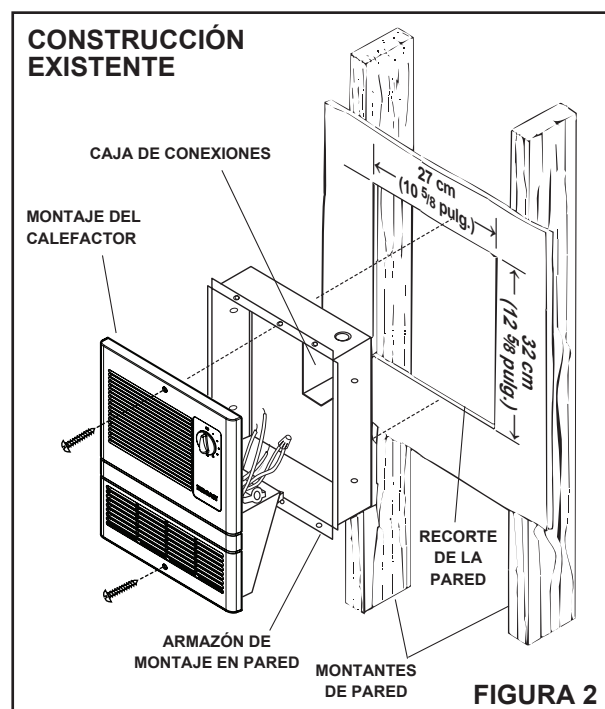

FIGURA 2
2. **Vea la figura 2.** Haga el recorte de la pared al lado de un montante de la pared. Tamaño del recorte: 32 cm (12⁵/₈ pulg.) de alto x 27 cm (10⁵/₈ pulg.) de ancho con el armazón.